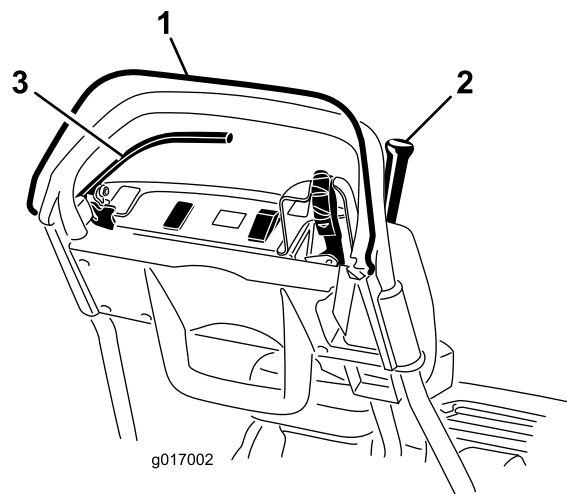

Bild 34
2. Versuchen Sie den Fahrtriebshebel bei gelöster elektronischer Sicherheit zu aktivieren (Bild 34). Der Fahrtriebshebel sollte nicht aktiviert werden. Wenn der Fahrtriebshebel aktiviert werden kann, müssen die Sicherheitsschalter gewartet werden. Beheben Sie den Fehler, bevor Sie den Betrieb aufnehmen.
3. Lösen Sie die elektronische Sicherheit, wenn die elektronische Sicherheit gedrückt und der Fahrtriebshebel aktiviert ist (Bild 34). Der Fahrtriebshebel sollte deaktiviert werden. Wenn der Fahrtriebshebel nicht deaktiviert wird, müssen die Sicherheitsschalter gewartet werden. Beheben Sie den Fehler, bevor Sie den Betrieb aufnehmen.
4. Aktivieren Sie die elektronische Sicherheit und schieben Sie den Ganghebel nach links; kuppeln Sie dann den Fahrtrieb und den Spindelantrieb ein und lösen Sie die elektronische Sicherheit (Bild 34). Der Fahrtriebshebel sollte deaktiviert werden. Wenn der Fahrtriebshebel nicht deaktiviert wird, müssen die Sicherheitsschalter gewartet werden. Beheben Sie den Fehler vor der Verwendung, siehe Warten des Fahrtriebs-Sicherheitsschalters \(Seite 38\).